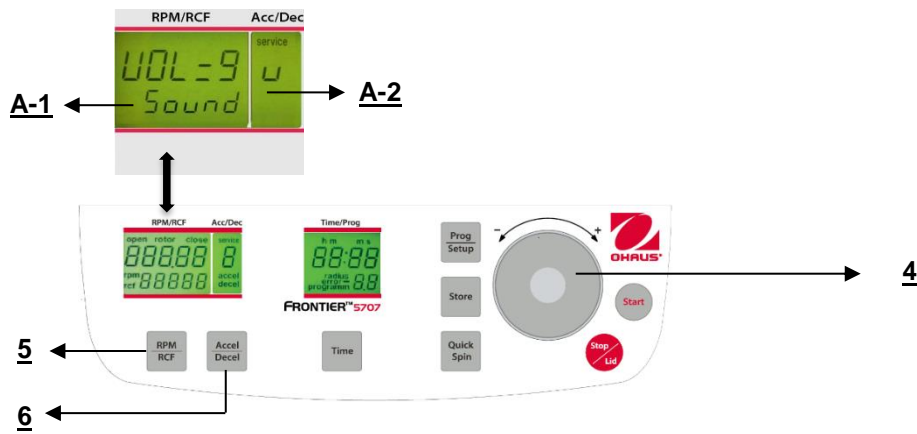

Figura. 30
Proceda como se describe en el punto 4.1.2 para ingresar en este modo de programa y luego presione el botón **"Accel/Decel"** (6). En la pantalla **"Acc/Dec"** (A-2) destella la palabra **"Service"**. Ahora seleccione la letra **"L"** con el dial de ajuste (4). Como resultado, aparecen las palabras **"On Sound"** en la pantalla **"RPM/RCF"** (A-1). Si presiona el botón **"RPM/RCF"** (A-1) ahora, destella la palabra **"On"** y puede apagar el sonido con el dial de ajuste (4) (vea la Figura 30).